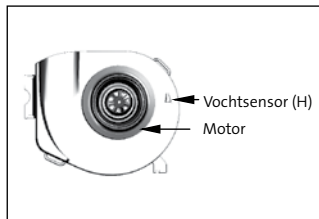
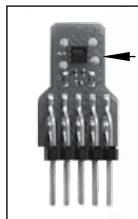

Fig. 12 Motorplaat met motor en vochtsensor (H)
Fig. 13 Vochtsensor MVS-15RH
De vochtsensor (H) (fig. 12 en fig. 13) kan worden gereinigd met een droog kwastje.